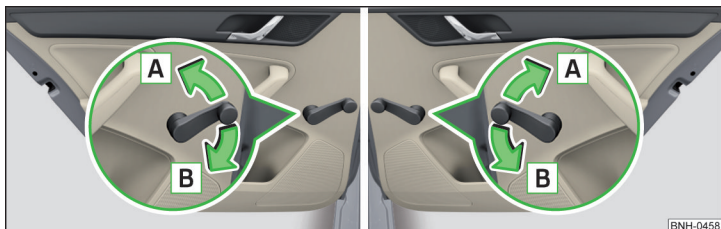

Fig. 41 Operación de ventana: a izquierda/derecha
► Girar la manivela en el sentido de la flecha **A** » fig. 41.
► Girar la manivela en el sentido de la flecha **B** » fig. 41.